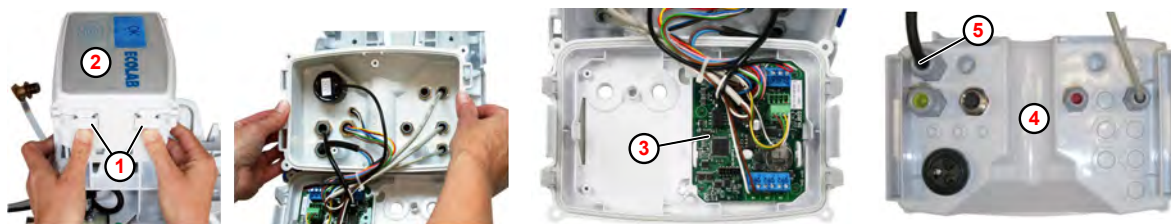

Fig. 8: Alimentazione di tensione
- ① Linguetta
- ② Modulo elettronico
- ③ Scheda WWC
- ④ Modulo elettronico (fondo)
- ⑤ Pressacavo
1. ► Premere le linguette di sicurezza (Fig. 8 , ①) su un lato, per allentare il modulo elettronico ② tirandolo via dal fermo.
- ⇒ Nel coperchio si trova la scheda WWC ③ con l'alimentazione di tensione delle linee dell'impianto elettronico.
3. ► Ruotare l'alloggiamento dell'elettronica ④ .
- ⇒ I pressacavi ⑤ sono ora accessibili liberamente.